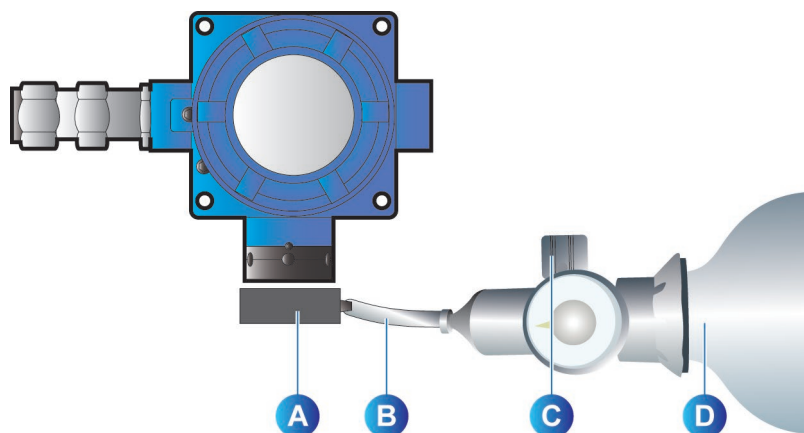

Figura 13: Regulação do zero (OLC 100)
2. Colocar a protecção de calibração na cabeça de detecção (Figura 13, rep. A).